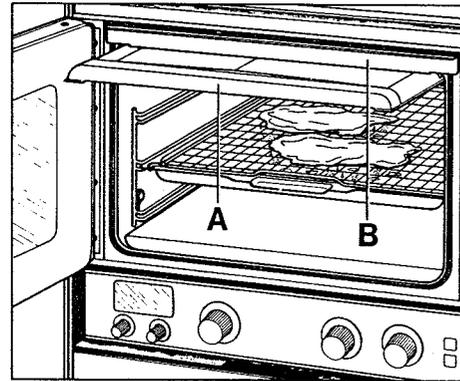

Fig. 14
- Pull the "A" mobile crown (fig. 14) and fit the "B" cross piece (supplied with the oven) inserting the two tabs in the mobile crown slots.
- Tirer vers vous la voûte A (fig. 14) et monter la traverse B (en dotation au four) en introduisant les deux languettes dans les fentes sur la voûte.
- Die bewegbare Decke A (Abb. 14) ziehen und den Quersupport B (Zubehör) montieren, wobei Sie die 2 Laschen in die Langlöcher der bewegbare Decke einsetzen.
- Tirare verso di voi la volta mobile A (fig. 14) e montare la traversa B (in dotazione al forno) introducendo le due languette nelle asole della volta mobile.